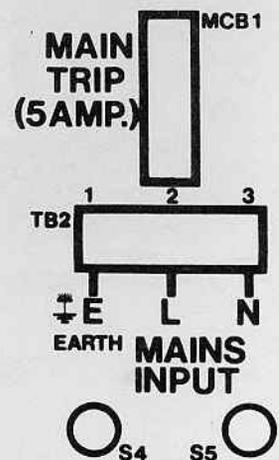

Figure 1
Procédure (se reporter aux figures 1 à 5) AVANT METTRE L'AUTOMATE SOUS TENSION
- 6 Acheminer les fils d'alimentation depuis la source. Passer les fils à travers le presse-étoupe situé le plus à droite. Brancher le fil de terre à la borne E, le fil de phase (220 V) à la borne E et le fil de neutre (0V) à la borne N (Figure 1).